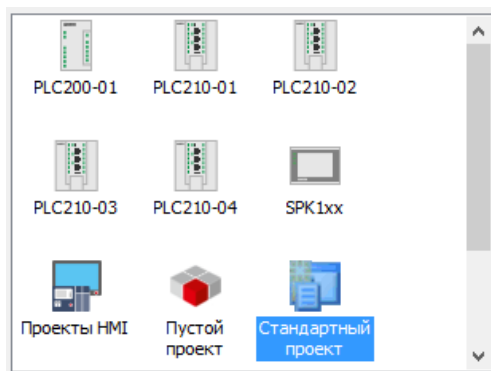

Рис. 4. Создание стандартного проекта
2. Создать «**Стандартный проект**» (рис. 4).